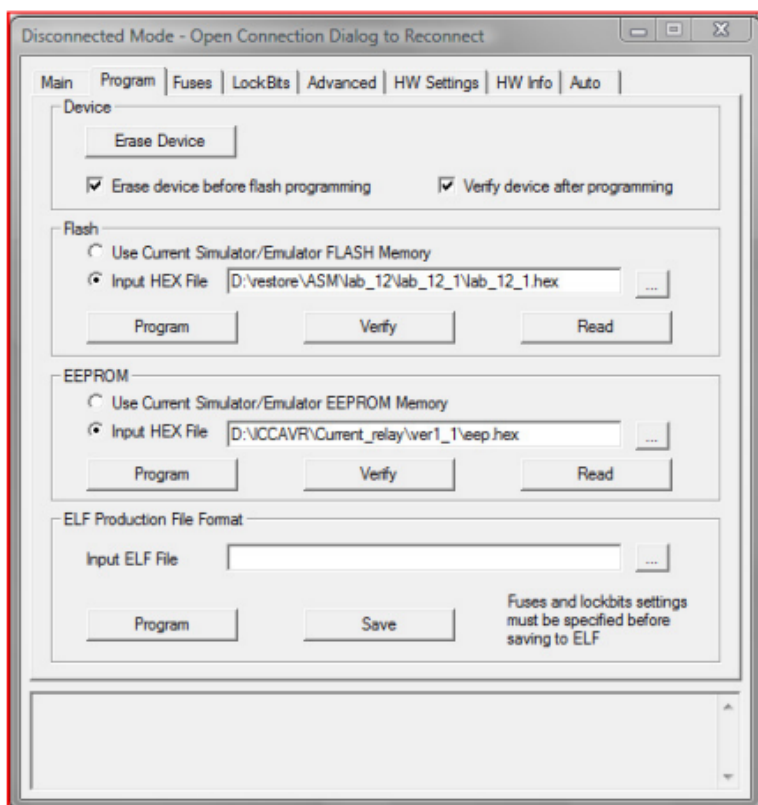

Рис. 6. Окно программирования микроконтроллера
- если номер USB COM-порта соответствует указанным требованиям, то происходит подключение микроконтроллера к среде AVR-Studio и появляется окно программирования контроллера (рис. 6);